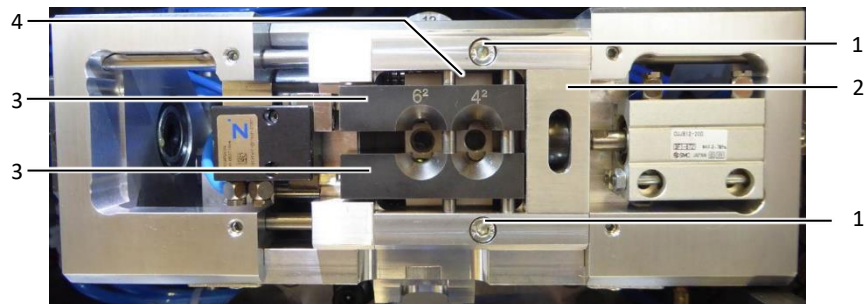
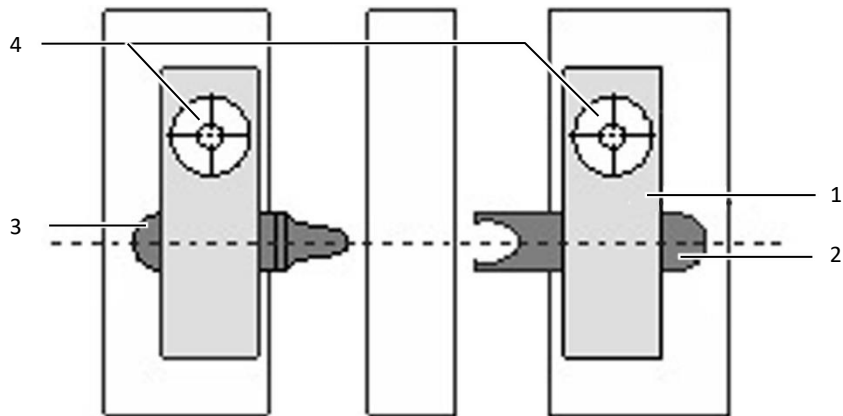

Fig. 6 : mâchoires de centrage des embouts
Fig. 9 : outil de sertissage
- Desserrer les vis de fixation (fig. 6, pos. 1).
- Ôter les mâchoires de centrage des embouts (fig. 6, pos. 3).
- Desserrer les vis de fixation (fig. 9, pos. 4) des deux plaques de maintien (fig. 9, pos. 1). Déplacer pour cela le chariot (fig. 6, pos. 2) vers la droite ou la gauche.
- Ôter le poinçon et la matrice (fig. 9, pos. 2 et 3).